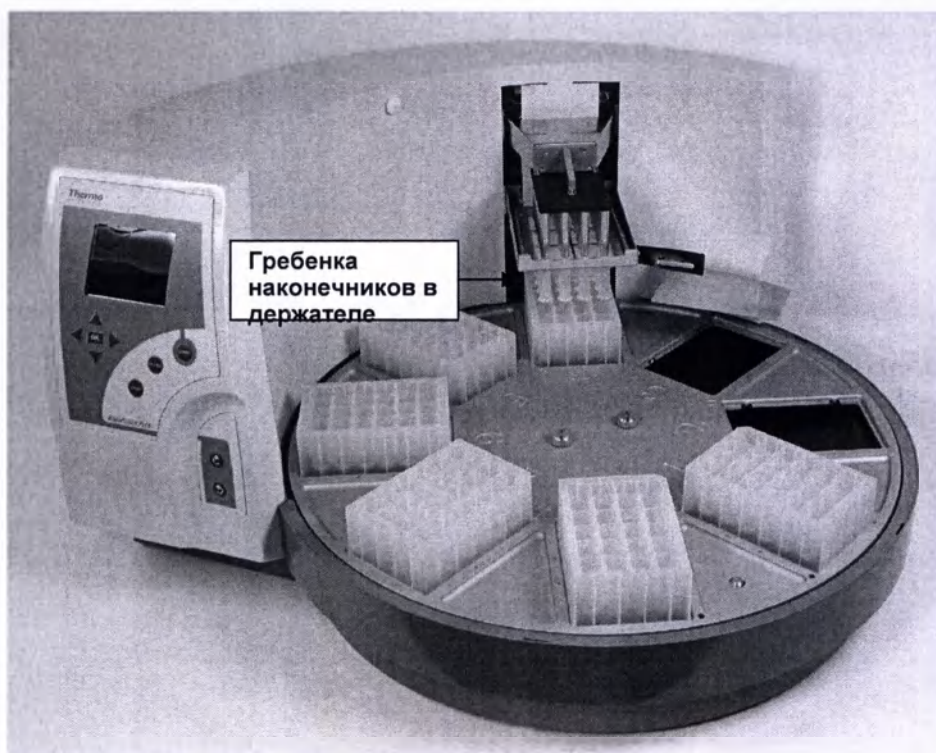

Рис. 6.10 Гребенка наконечников в держателе
4. Гребенка наконечников автоматически фиксируется на держателе (Рис.6.10)